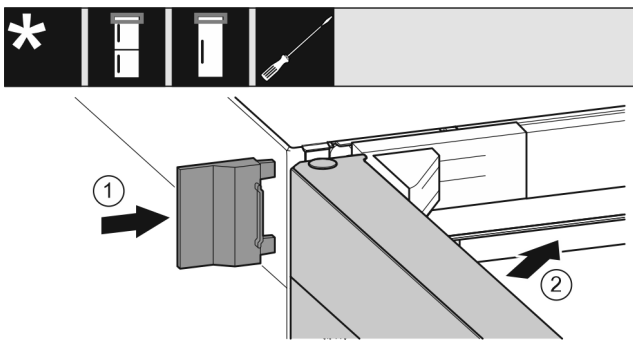

Fig. 22
- ▶ Надвиньте внешнюю крышку. Fig. 22 (1)
- ▶ Закройте верхнюю дверь. Fig. 22 (2)